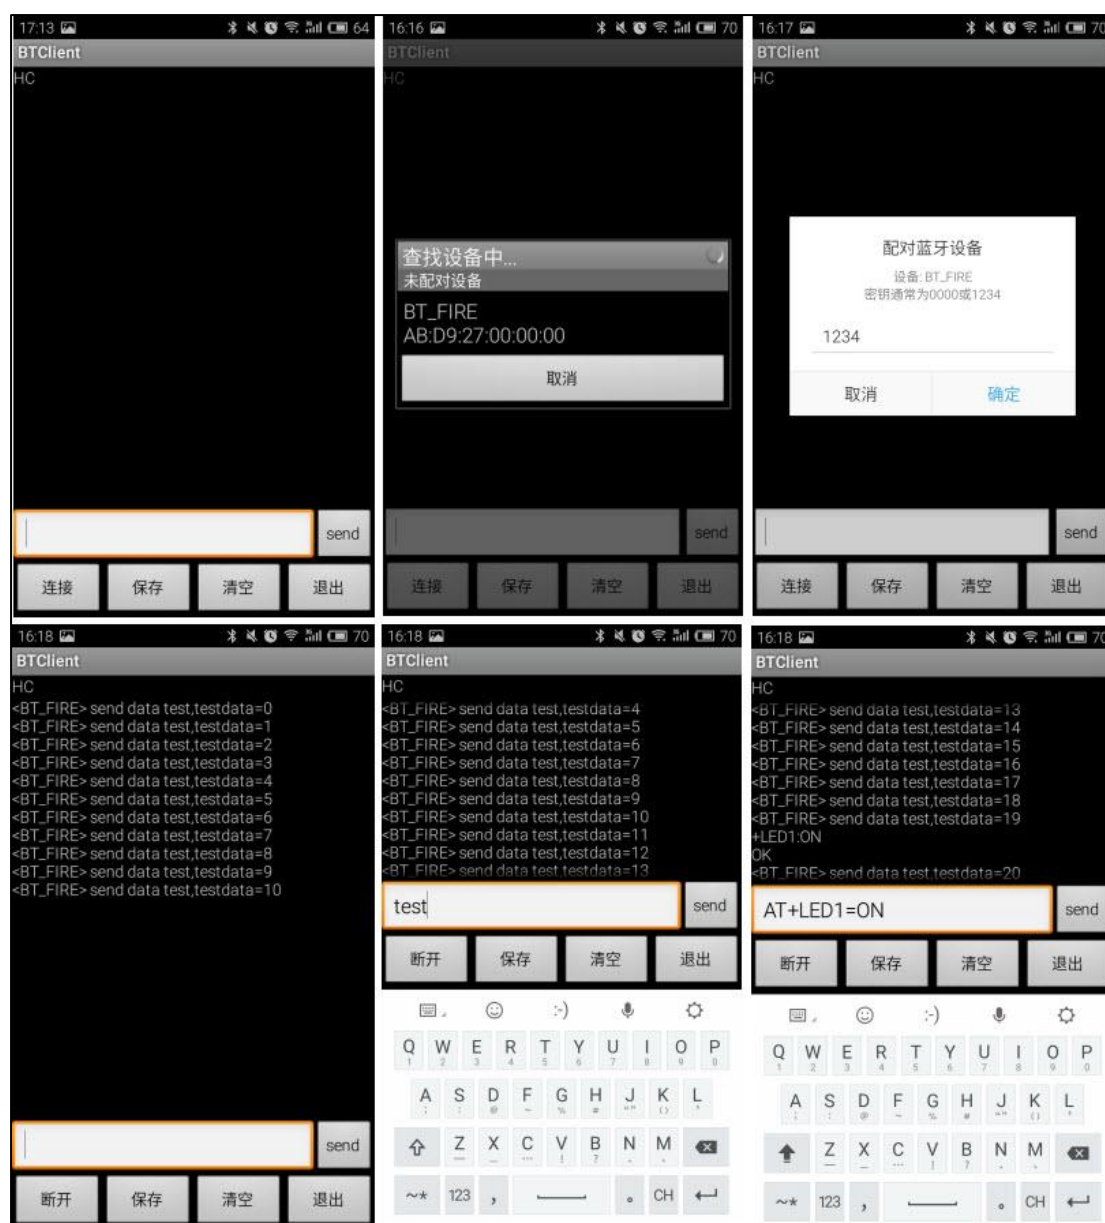
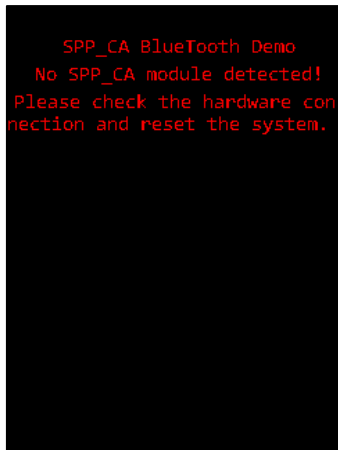

图 2-5 手机上 BTClient 的操作
图 2-6 与手机 APP 通讯时的液晶显示界面
- ❑ 打开手机的 BTClient APP, 打开手机的蓝牙设备, 点击界面左下角的“连接”按钮, 会弹出“查找设备中...”的窗口, 稍等一下会出现名为“BT\_FIRE”或“BT04-A”的蓝牙设备, 这就是我们的 SPP-CA 模块的名字, 点击该设备, APP 会与 SPP-CA 尝试连接, 输入配对码“1234”, 即可连接成功。APP 的操作见图 2-5, 开发板的液晶显示见图 2-6。
连接后, 串口调试助手会接收到模块返回的“+CONNECTING<<地址 CONNECTED”字符, 并且模块背面的 LED 指示灯常亮, 见图 2-6。